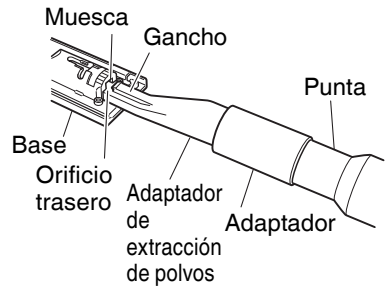

Fig. 17
- (5) Inserte el adaptador de extracción de polvos en el orificio trasero de la base hasta que el gancho encaje en la muesca. (Fig. 17)
- (6) Presione el gancho para desmontar el adaptador de extracción de polvos.